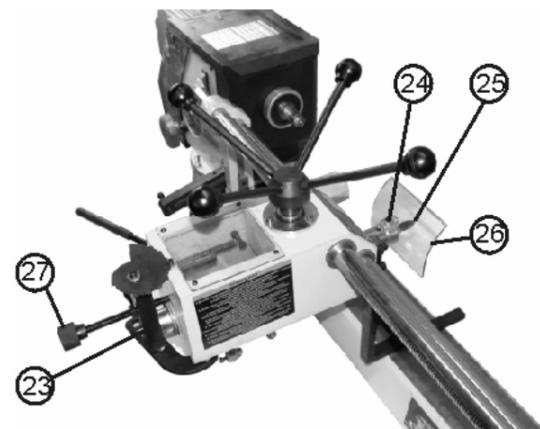
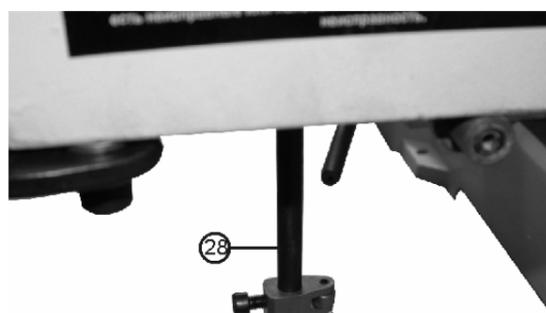

Рис.7.
Рис.8.
### 5.6. Установка резца и защитного экрана (Рис.7)
### 5.7. Установка винта точной регулировки и копирующего штифта (Рис. 7, 8)
Установите винт точной регулировки с фиксирующей гайкой (27) в резьбовое отверстие блока (23), Рис.7. Установите на штифт копирующий (28) ролик (29) и зафиксируйте его болтом с круглой головкой (30), Рис.8. Установите копирующий штифт(28), Рис.8, в паз траверсы (Рис.11, 25). Закрепите в нужной позиции с помощью шайбы и двух шестигранных гаек (Рис.11, 60, 27).